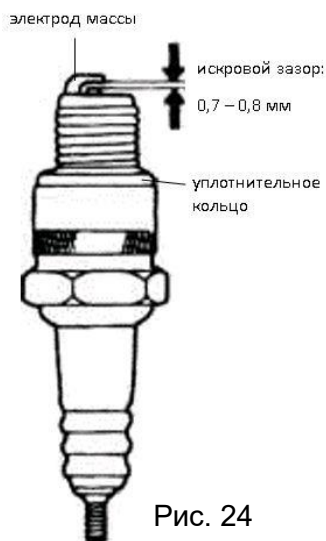

Рис. 24
5. Измерьте расстояние между электродами с помощью круглого щупа. (см. рис. 24).